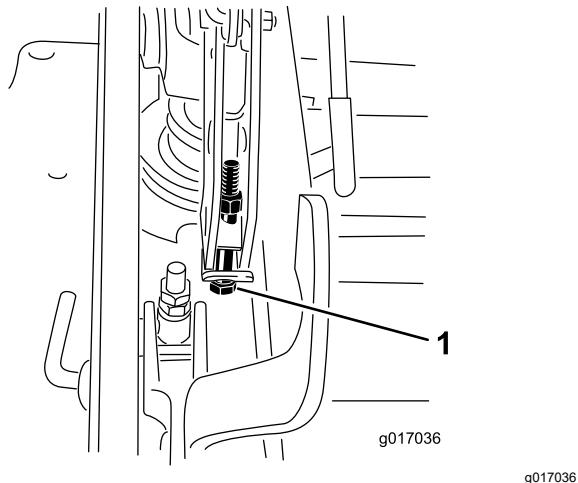

Figura 129
12. Se a plataforma estiver demasiado baixa, aperte o parafuso de ponto único de ajuste rodando-o no sentido dos ponteiros do relógio. Se a plataforma estiver demasiado alta, desaperte o parafuso de ponto único de ajuste rodando-o no sentido contrário ao dos ponteiros do relógio (Figura 129).